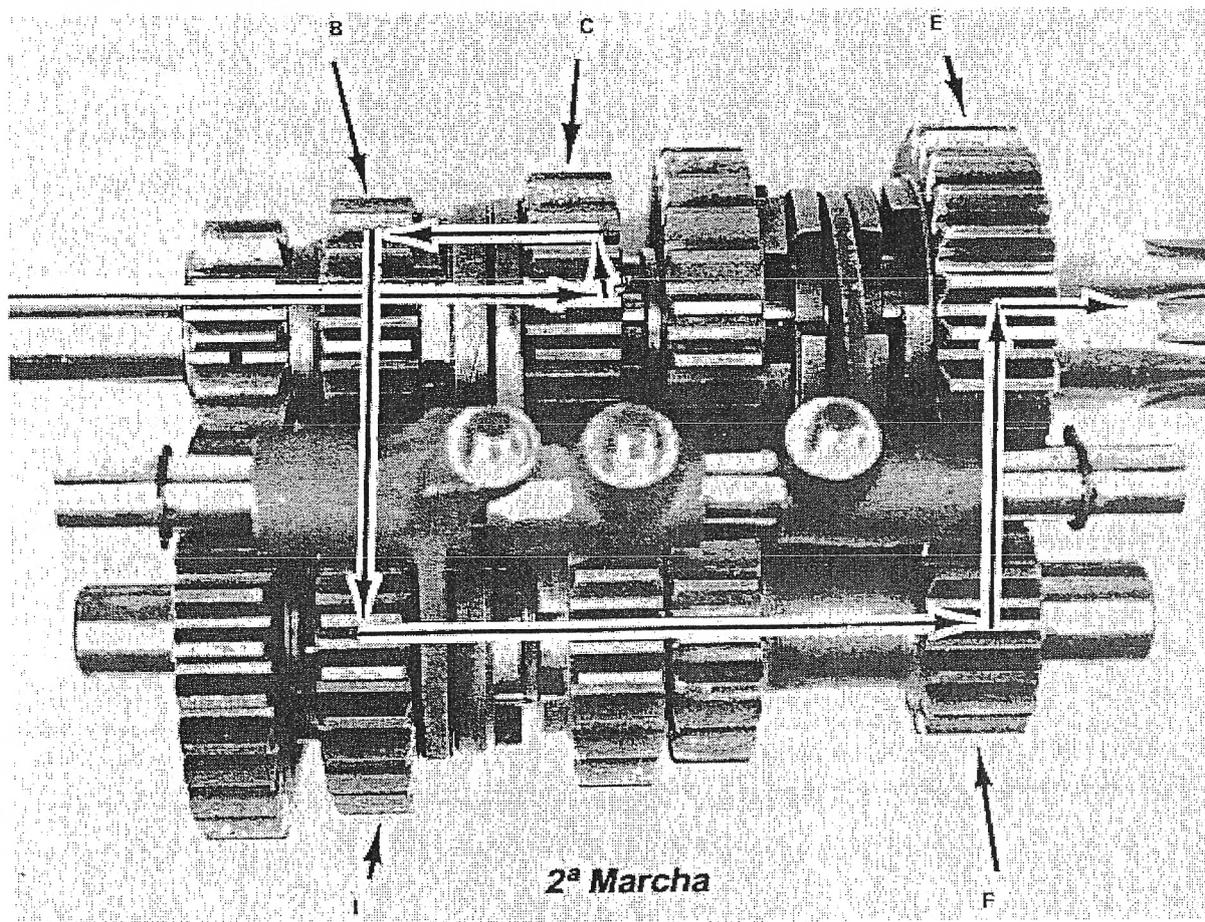

FIG. 34
6. **Segunda** :Las marchas pasan de 1ª a 2ª subiendo la palanca de cambios. Esto hace que la horquilla del eje del selector se mueva hacia arriba, girando el tambor en el sentido de las agujas del reloj. El piñón I se mueve a la derecha desengranándose del piñón J , y retornando a la posición de punto muerto. El piñón C se desplaza a la izquierda engranando el piñón B. Ahora esta en segunda marcha como se ve en la Fig 34.